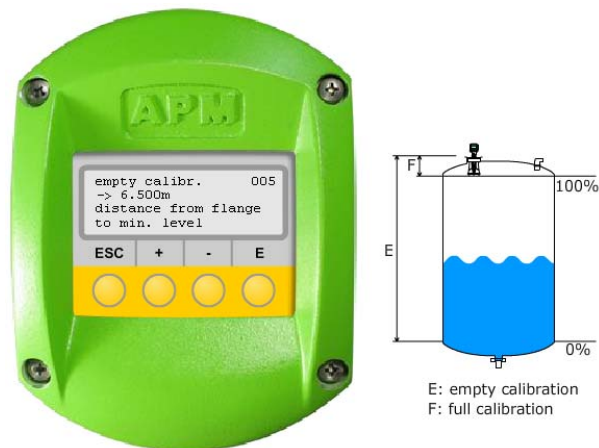

Figure 29 Réglage des calibrations vide et complet
- ① Le panneau LCD (voir *Utilisez l'option Panneau LCD* à la page 18).
- ① Un outil logiciel de réglage (voir *Figure 29 Réglage des calibrations* à la page 20) :